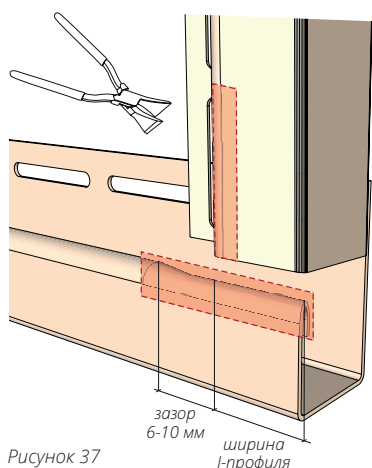
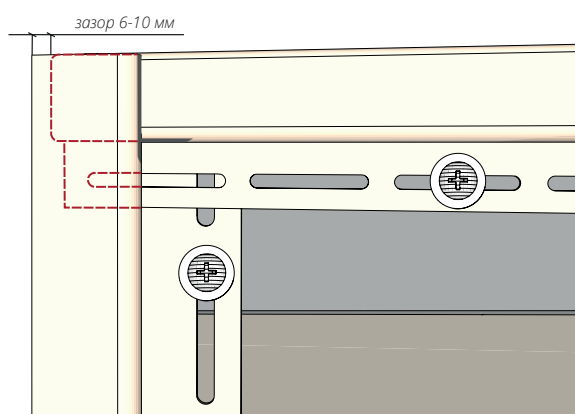

Рисунок 37
Рисунок 38
- 14.2** Для соединения двух J-профилей под углом 90° - вариант №1, используя клещи, подожмите соединяемые края J-профилей на ширину лицевой части J-профиля плюс зазор на расширение 6-10 мм (рис. 37). Смонтируйте J-профили, оставив зазор на тепловое расширение 6-10 мм (рис. 38), соблюдая общие правила монтажа.